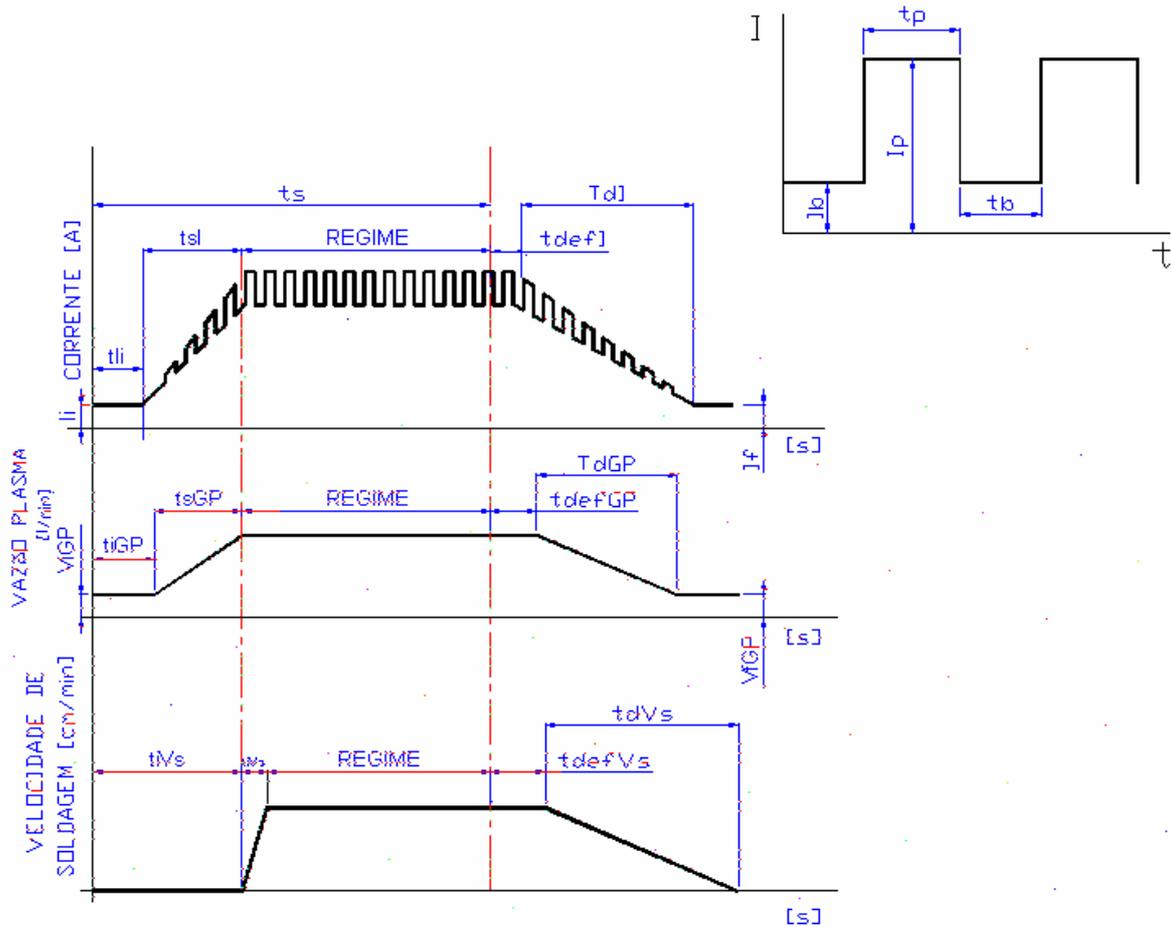

Fig. 5) – Forma de onda produzidas pelo programa PLASMA.
**Tempo de soldagem (opção 5 letra T):** A contagem desse tempo inicia a partir da abertura do arco. Quando o mesmo termina (fica igual ao fornecido) é iniciado a cronometragens das defasagens (tempo fim). Após as defasagens é iniciado as rampas de descidas (fig. 5).